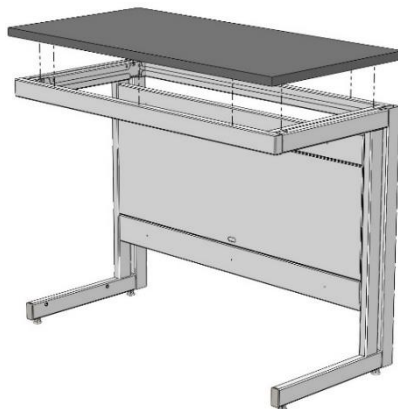

Рис. 1. Установка рабочей поверхности
- 6.3. Прикрепить её к каркасу, используя саморезы 4x16 или 4,2x9,5 (в зависимости от материала столешницы и ширины стола, до 16 шт.) (Рис. 1).